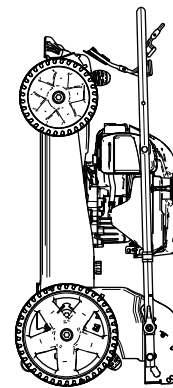

Рисунок 21
6. Поднимите переднюю часть машины за рукоятку и переместите ее на место хранения (Рисунок 21).